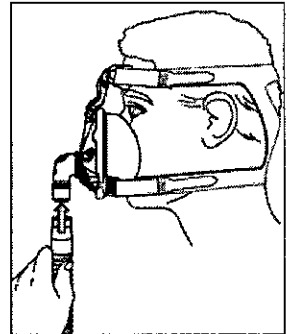

Figura 7
4. Conecte el tubo incluido con su dispositivo CPAP o binivel al codo giratorio de la mascarilla (Figura 7).